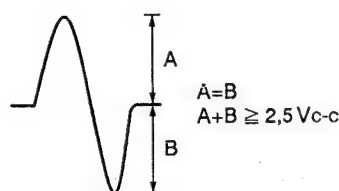

Figure 8
3. Tout en regardant l'écran de l'oscilloscope, appuyer sur la touche PGM (PROGRAM) et observer la forme d'onde de la Figure 8, pendant quelques instants. Vérifier que l'amplitude atteint au moins 2,5 Vc-c et que les amplitudes positive et négatives soient égales. Comme la forme ne sort que pour un moment, quand la touche PGM (PROGRAM) est enclenchée, appuyer sur à plusieurs reprises sur cette touche, jusqu'à ce que la forme d'onde ait été vérifiée.